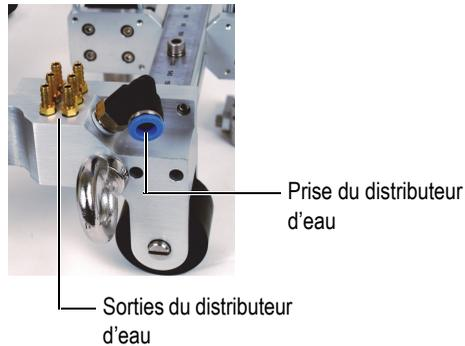

Figure 3-2 Composants du distributeur d'eau
5. Une fois le tuyau d'alimentation en eau branché sur la source d'eau, connectez-le à la prise du distributeur d'eau du scanner (Figure 3-2 à la page 64).
6. Une fois les tubes d'irrigation branchés sur les sorties du distributeur, connectez-les tubes aux entrées d'alimentation des sabots (Figure 3-2 à la page 64).